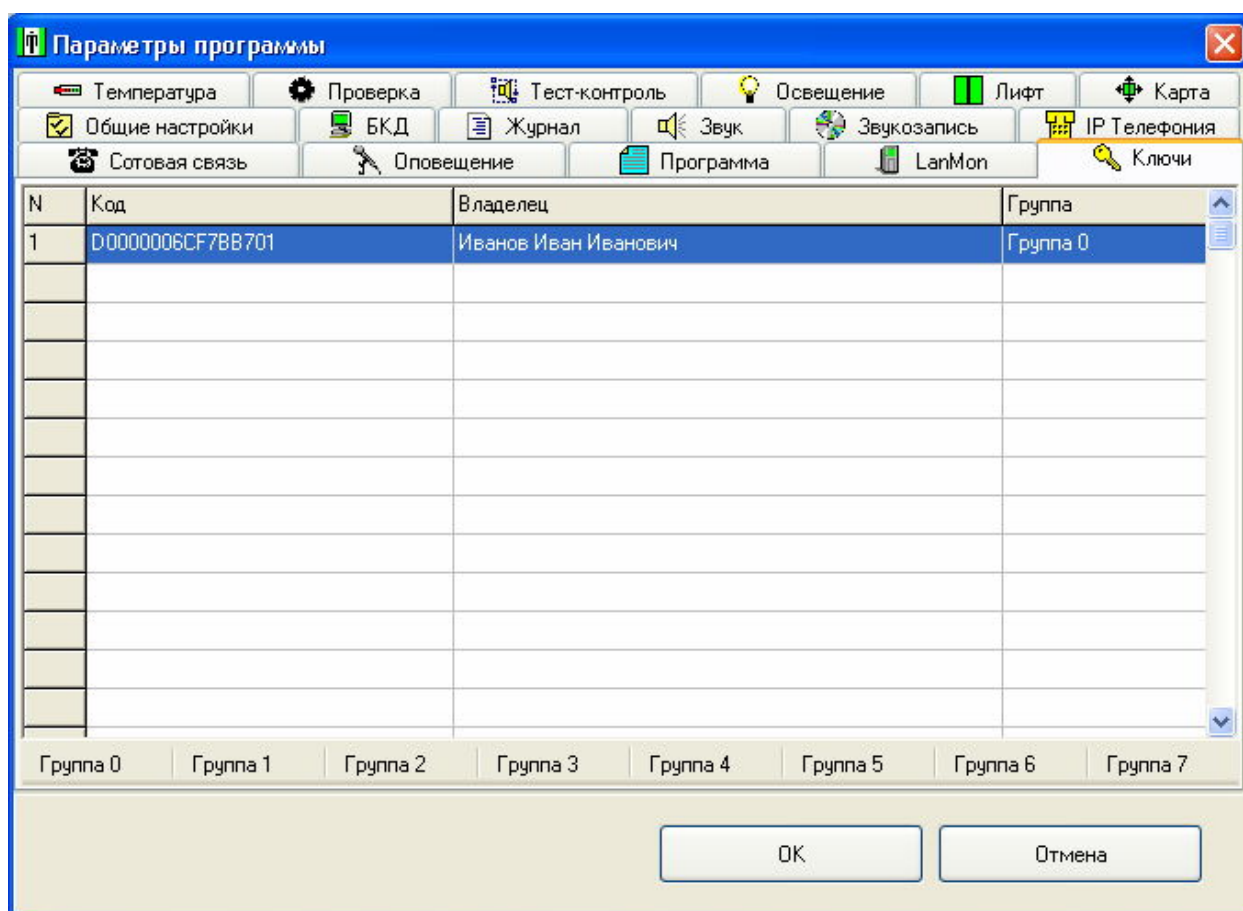

Рисунок 8 – База данных кодовых ключей
2. Перейдите на вкладку «Ключи» (см. Рисунок 8)